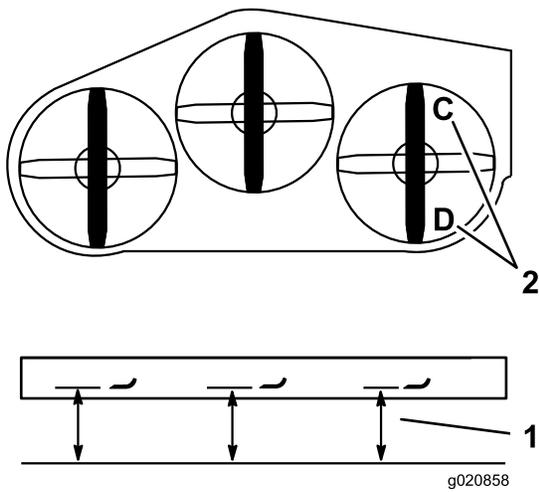

Figura 84
1. Coloque la cuchilla derecha en posición longitudinal (Figura 84).
2. Mida la cuchilla derecha en la posición **C** desde una superficie nivelada hasta el filo de corte de la punta de la cuchilla, y anote esta medida (Figura 84).
3. Mida la cuchilla derecha en la posición **D** desde una superficie nivelada hasta el filo de corte de la punta de la cuchilla, y anote esta medida (Figura 84).
- Nota:** La cuchilla de corte debe estar entre 6 y 10 mm más baja en la posición **C** que en la posición **D** (Figura 84). Si no es correcta la distancia, continúe con los pasos siguientes.